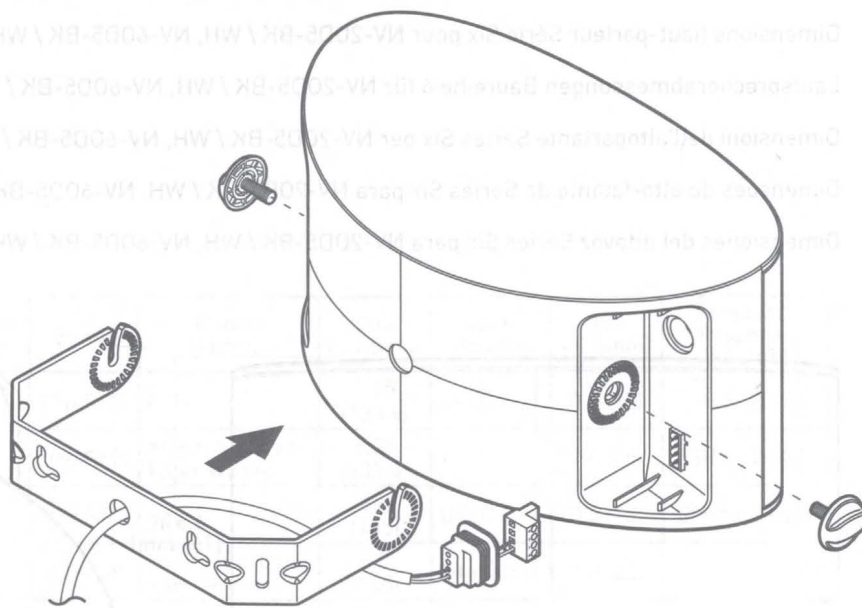

Fig. 4 / Fig. 4 / Abb. 4 / Fig. 4 / Fig. 4 / Fig. 4
STEP 4: Insert the phoenix connector into the back of the speaker until seated. Remove the adhesive tape covering the weatherproof phoenix connector cover and press the cover over the phoenix connector to secure. Slide the speaker onto the speaker bracket and tighten the retaining knobs to secure the speaker in place. (Fig. 4)
ÉTAPE 4 : Insérer le connecteur Phoenix à l'arrière du haut-parleur jusqu'à enclenchement. Retirer le ruban adhésif recouvrant le couvercle résistant aux intempéries du connecteur Phoenix et appuyer sur le couvercle du connecteur Phoenix pour fixer. Faire glisser le haut-parleur sur le support et serrer les boutons de fixation du haut-parleur. (Fig. 4)
SCHRITT 4: Stecken Sie den Phoenix-Stecker in die Rückseite des Lautsprechers, bis er richtig sitzt. Entfernen Sie das Klebeband von der wetterfesten Abdeckung des Phoenix-Steckers und drücken Sie die Abdeckung zur Absicherung über den Phoenix-Stecker. Lassen Sie den Lautsprecher auf die Halterung gleiten und befestigen Sie die Halterungsschrauben, um den Lautsprecher zu befestigen. (Abb. 4)
PASSAGGIO 4: inserire il connettore Phoenix nel retro del diffusore fino al completo alloggiamento. Rimuovere il nastro adesivo dalla copertura del connettore stagno Phoenix e premere la copertura sul connettore Phoenix per fissarla. Fare scorrere il diffusore sulla staffa e serrare le manopole di ritegno per fissare il posizionamento del diffusore. (Fig. 4)
PASSO 4: Insira o conector Phoenix na traseira da coluna até assentar. Remova a proteção da fita adesiva da cobertura à prova de intempéries do conector Phoenix e pressione a cobertura sobre o conector Phoenix para fixar. Deslize a coluna sobre o suporte da coluna e aperte os encaixes de retenção para prender a coluna no sítio. (Fig. 4)
PASO 4: inserte el conector phoenix en la parte posterior del altavoz hasta que quede totalmente dentro y firme. Retire la cinta adhesiva de la cubierta impermeable del conector phoenix y presione esta última para fijarla. Deslice el altavoz en el soporte para colocarlo y apriete los controles de retención para fijar el altavoz. (Fig. 4)